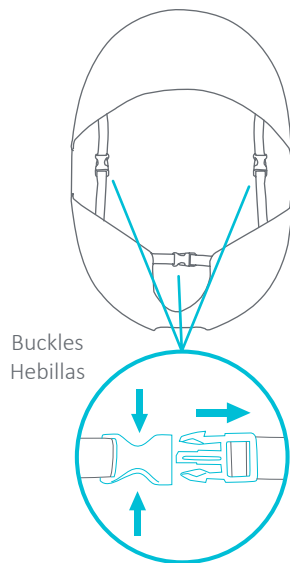

Fig. 8
- 8) • Unbuckle the straps on the back of the seat pad (Fig. 8).
• Desabroche las correas de la parte trasera de la almohadilla del asiento (Fig. 8).